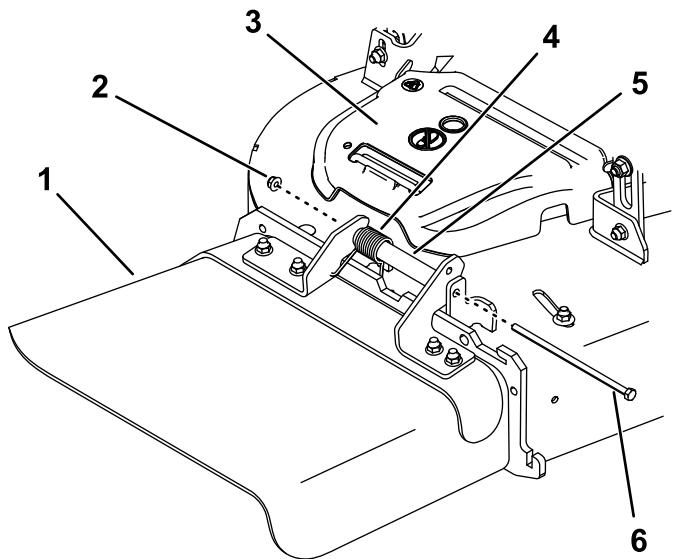

Bild 1
2. Entfernen Sie die Riemenabdeckung (Bild 1).
1. Entfernen Sie die Schraube (5/16" x 7 1/2") und Mutter (5/16"), mit denen der Auswurfkanal am Mähwerk befestigt ist. Entfernen Sie den Auswurfkanal, die Feder und das Distanzstück (Bild 1).